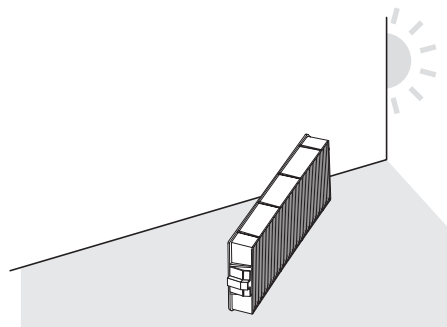

Fig. 2
2) Asciugare l'unità filtro aria. (Fig. 2)